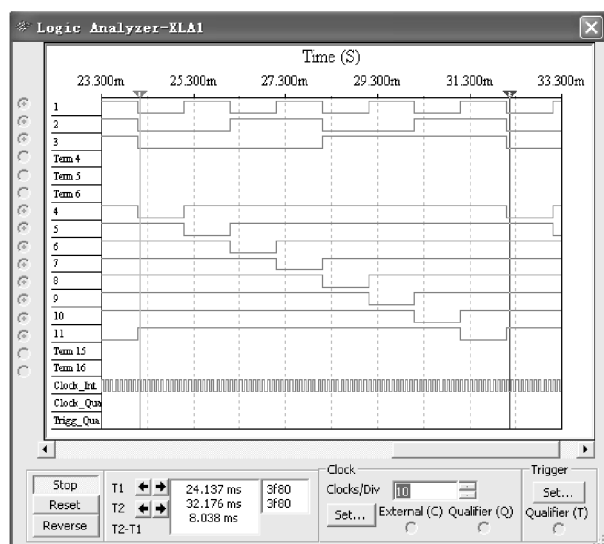

图 6-51 74LS138N 的输入输出时序波形
- (2) 单击仿真开关激活电路。双击逻辑分析仪图标, 弹出其面板, 即可显示 74LS138N 的时序波形, 如图 6-51 所示。其中的 1、2、3 显示的是 74LS138N 输入信号, 4~11 显示的是输出信号。